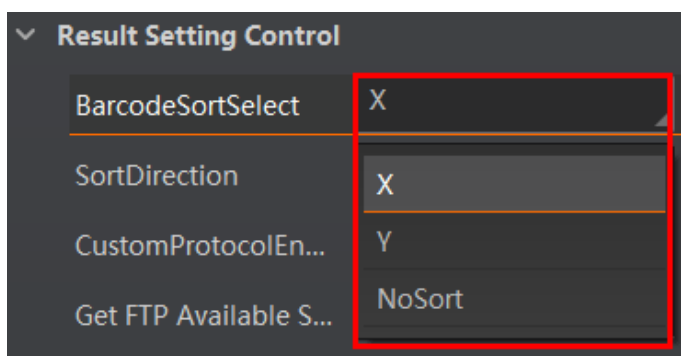

图3-55 条码输出排序依据
3. 在 BarcodeSortSelect 参数中选择条码输出排序依据，可选择 X（按条码位置 X 轴坐标排序）、Y（按条码位置 Y 轴坐标排序）或 NoSort（不排序），如图 3-55 所示。